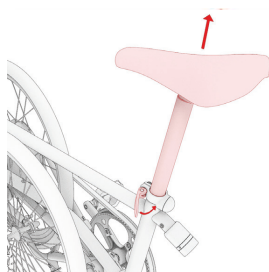

Fig. 1.5
- ⑥ Abra la liberación rápida en la abrazadera de la tija de sillín (Fig. 1.5). Tire de la tija de sillín hasta que el extremo inferior ya no sobresalga del tubo de sillín y haya alcanzado la posición de sentado deseada.